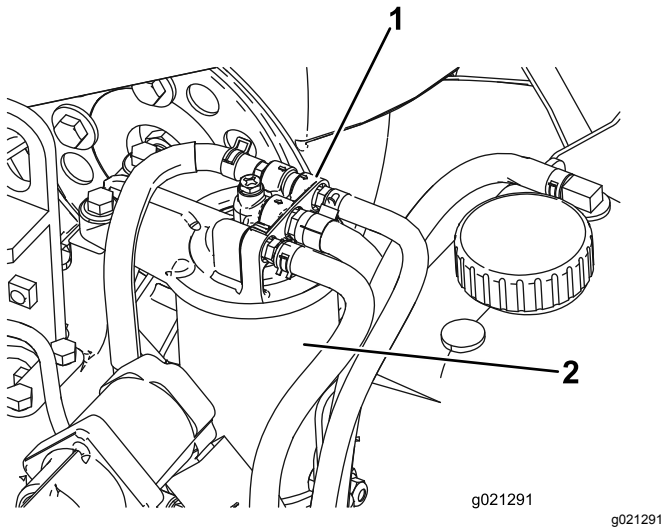

Figura 84
1. Limpie la zona alrededor de la cabeza del filtro de combustible (Figura 84).
2. Retire el filtro y limpie la superficie de montaje de la cabeza del filtro (Figura 84).